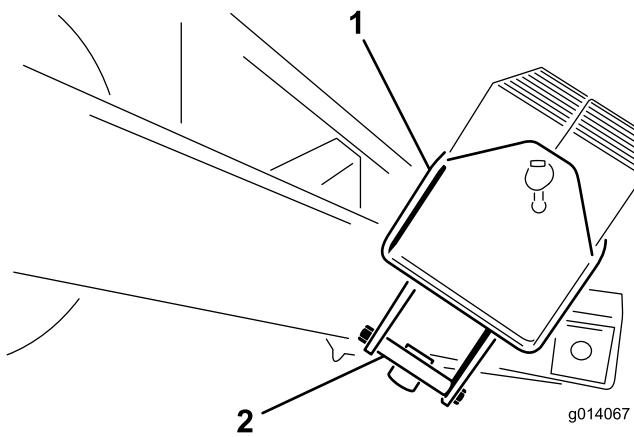

Figure 5
2. Retirez les boulons de 1/2 x 5-1/2" du support du boîtier des masses. Mettez les supports de montage au rebut (Figure 5).